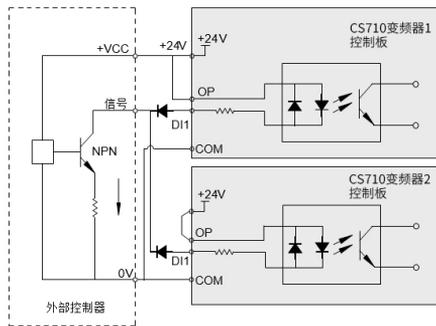

图 3-64 多台变频器 DI 端子并接漏型接线方式
- ◆ 此种接线方式下，不同变频器的 DI 端子不能并接使用，否则可能引起 DI 的误动作；若需 DI 端子并接（不同变频器之间），则需在 DI 端子处串接二极管（阳极接 DI）使用，二极管需满足： $IF > 40mA$ 、 $VR > 40V$ ，如图 3-64。